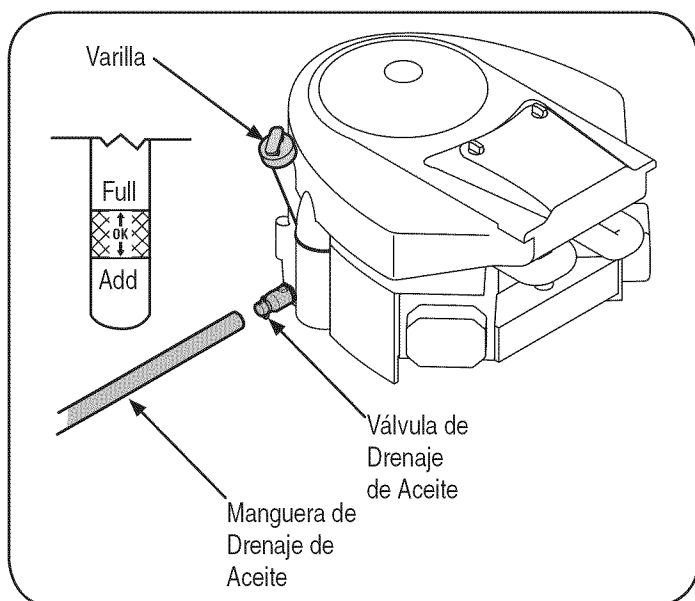

Figura 7
5. Retire la varilla y comprobar el nivel de aceite. Se debe a la plena marca en la varilla. Vea la Figura 7.
2. Abra el tapón protector en el extremo de la válvula de drenaje de aceite para dejar expuesto el orificio de drenaje. Vea la Figura 7.
3. Retire el tapón de llenado de aceite /la varilla de nivel de aceite del tubo de llenado. Vea la Figura 7.